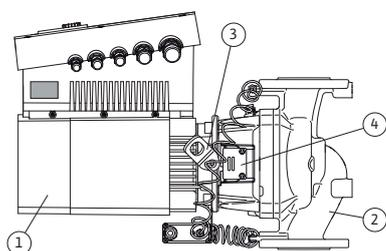

Fig. 10: Bomba completa
A principal característica da série Stratos GIGA é a camisa de arrefecimento do motor. A corrente de ar é transportada de forma ideal através da cobertura de ventilação comprida (Fig. 10, pos. 1), para o arrefecimento do motor e do módulo electrónico.
A (Fig. 10, pos. 2) mostra o corpo da bomba com uma guia especial da lanterna para aliviar o impulsor.
Os olhais de transporte (Fig. 10, pos. 3) devem ser usados de acordo com o capítulo 3 “Transporte e acondicionamento” na página 137 e capítulo 10 “Manutenção” na página 179.
A janela coberta pela chapa de protecção (Fig. 10, pos. 4) na lanterna é utilizada durante os trabalhos de manutenção, de acordo com o capítulo 10 “Manutenção” na página 179. A janela também serve para verificar se existem fugas, respeitando as disposições de segurança em conformidade com o capítulo 9 “Arranque” na página 175 e o capítulo 10 “Manutenção” na página 179.